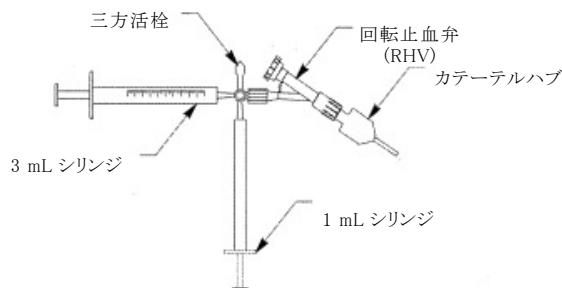

図 1
- 回転止弁弁(RHV)をカテーテルのハブに接続し、更に三方活栓を接続する。三方活栓に 1 mL 及び 3 mL シリンジを取り付ける(図 1 参照)。
- フラッシュ用の拡張用溶媒の入った 3 mL シリンジを三方活栓に取り付ける(図 1 参照)。